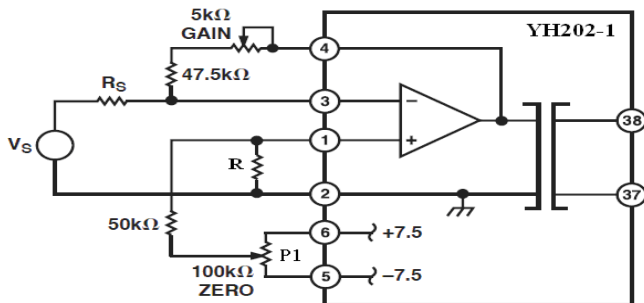
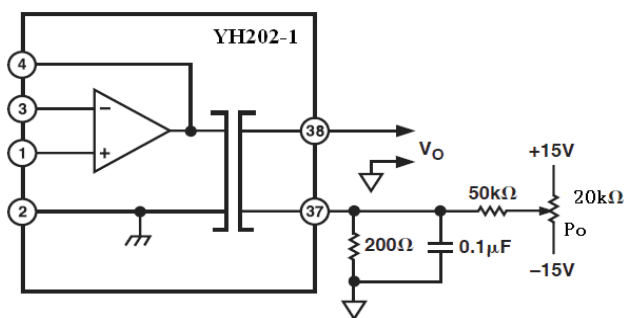
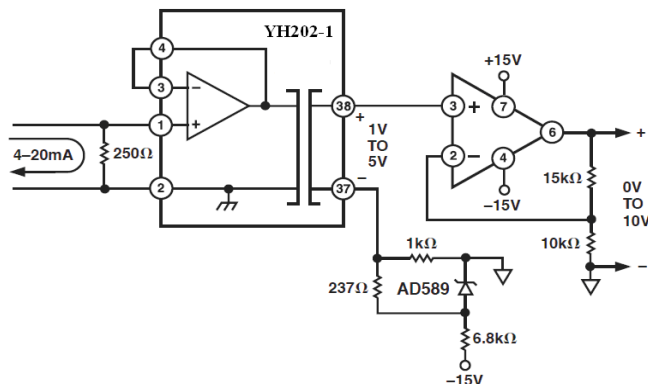
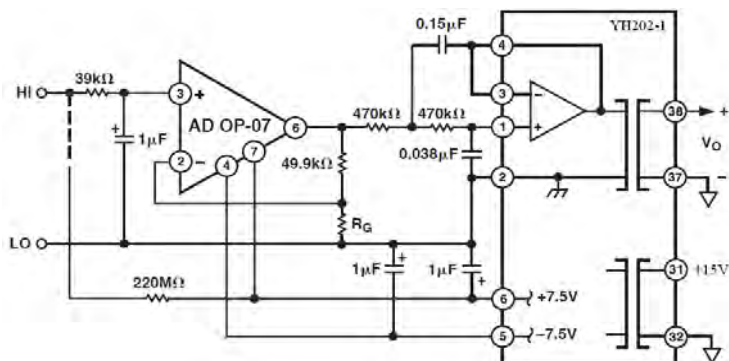

图 9 输入端放大倍数和零位调整应用电路图
图 10 输出端零位调整电路
图 11 带补偿的电流放大隔离电路
图12 低电平信号放大隔离电路
九、典型应用图(图 7、图 8、图 9、图 10、图 11、图 12)
3.1 输入端放大倍数和零位调整隔离电路(图 9)
调零电路在输入信号源地端(INCOM)注入一个很小的调节电压,见图9,通过电位器P1来改变调节电压的大小和极性以达到调零的目的。因为调节电压是在放大器前面加入,所以一旦调整好零电位后,该调整阻值适用于各个放大倍数,放大器增益的变化不会改变输入零电位。接到输入端INCOM的电阻R阻值小于 200Ω ,选值过大会降低放大器的共模抑制比(K_{CMR})。
3.2 输出端零位调整电路(图 10)
调零电路在输出端通过电位器 P_o 来改变调节电压的大小和极性以达到调零的目的。电位器 P_o 的推荐值为 $20k\Omega$, 见图 10。
4 带补偿的电流放大隔离电路(图 11)
图11所示的隔离放大电路输入端输入 $4\sim 20mA$ 的电流信号,在隔离放大器的输出端得到 $1\sim 5V$ 的电压信号,通过输出缓冲转换电路将其转换为 $0\sim 10V$ 的输出电压信号。该电路的转换电压范围可以通过接入隔离放大器输出低端的 $-1V$ 基准电压来调节控制。这种方法经常应用在带有输出缓冲器的补偿电路中。
5 低电平信号放大隔离电路(图12)
对一些低电平小信号的放大应用(如热电偶信号隔离放大),可以采用如图12所示电路。该电路在YH202-1之前增加一个OP07放大器,由YH202-1的隔离电源给其供电,保证了前后级信号绝对隔离。